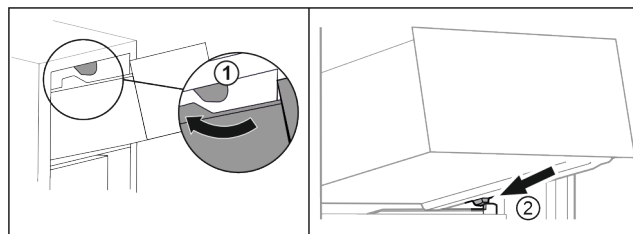

Fig. 111
- ▶ Vezesse el a fiókot a felső ütközők körül. Fig. 111 (1)
- ▶ Helyezze a fiókot ferdén az alsó ütközők mögé, a tartóbordára. Fig. 111 (2)